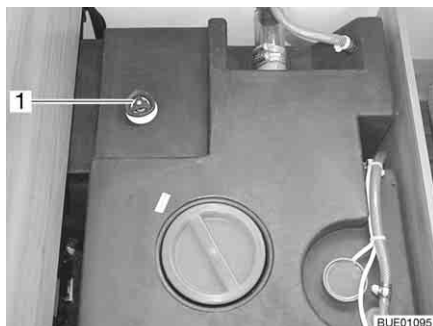
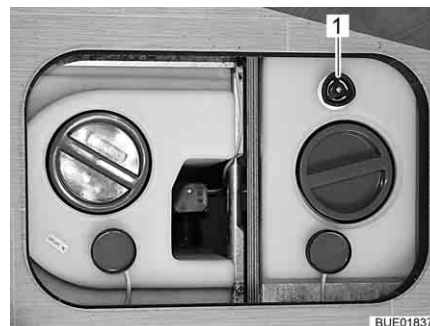

Fig. 231 Réservoir d'eau avec poignée tournante (Viseo)
Fig. 232 Réservoir d'eau avec poignée tournante (Elegance)
- Faire tourner à fond dans le sens des aiguilles d'une montre la poignée tournante (Fig. 231,1 ou Fig. 232,1) située sur le réservoir d'eau.
- Faire tourner la poignée tournante (Fig. 231,1 ou Fig. 232,1) située sur le réservoir d'eau dans le sens inverse des aiguilles d'une montre jusqu'à ressentir une résistance. L'eau s'écoule, excepté une quantité résiduelle (quantité résiduelle sur Viseo : 60 l, quantité résiduelle sur Elegance : 20 l).